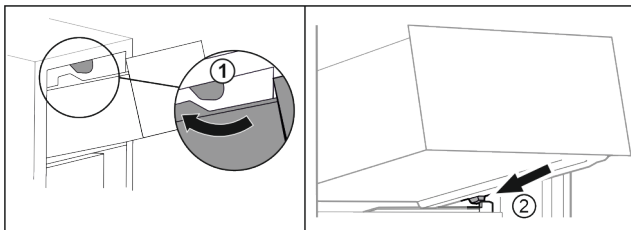

Fig. 94
- Lade om de bovenste stoppers leiden. Fig. 94 (1)
- Lade schuin achter de onderste stoppers op containerrib plaatsen. Fig. 94 (2)